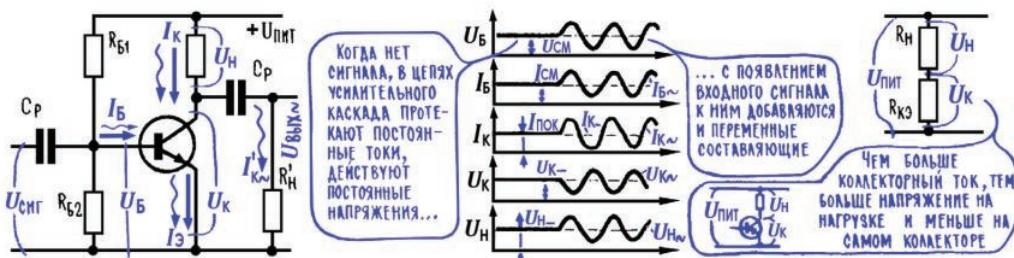

Рис. 10.4. Включение транзистора для усиления переменного сигнала
Точно подобрав величину начального смещения, можно попробовать установить такой режим транзистора, при котором, по крайней мере, не будут «отрезаться» куски сигнала и не будет связанных с этим огромных нелинейных искажений. Однако же неизбежной платой за неискаженный сигнал станет некоторый напрасный расход энергии батареи, в частности начальный ток смещения  $I_{cm}$ , а вместе с ним постоянный ток в коллекторной цепи – ток покоя  $I_{pok}$  – будут потреблять энергию даже в том случае, когда сигнала нет («молчание перед микрофоном»; рис. 10.4).
**7. Меняющийся коллекторный ток создает на нагрузке меняющееся напряжение.** Коллекторный ток, по сути дела, есть сумма переменной составляющей  $I_{k\sim}$  и постоянной  $I_k$ , которая при отсутствии сигнала равна току покоя  $I_{pok}$  (рис. 10.4). Ток покоя появился в коллекторной цепи под действием постоянного смещения на базе  $U_{cm}$ , а переменная составляющая – под действием орудующего на базе сигнала  $U_{sig}$ . В случае необходимости переменную составляющую коллекторного тока, точнее часть ее, можно отделить, ответвить в сторону с помощью простейшего RC-фильтра (гл. 6; 17) и получить таким образом усиленный сигнал  $U_{vых}$  в чистом виде.